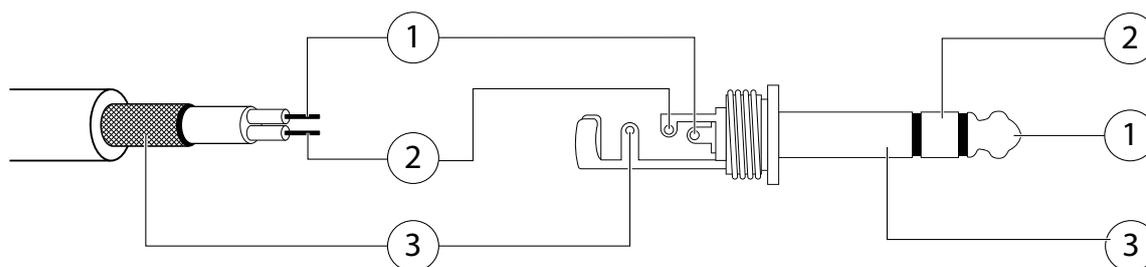

Рисунок 8.1 Схема распыки аудио кабеля и штекера TRS 6.35 мм
Разъёмы TRS (TS) (разг. Джек, англ. Jack) — семейство разъёмов для передачи различных типов аналоговых аудиосигналов. Используется совместно с двужильным (**Рис. 8.1, а**) или одножильным (**Рис 8.1, б**) экранированным аудио кабелем. Существуют три стандартных штекера применяемых в аудио кабелях: Jack (6.35 мм, 1/4 дюйма), mini-Jack (3.5 мм), micro-Jack (2.5 мм).